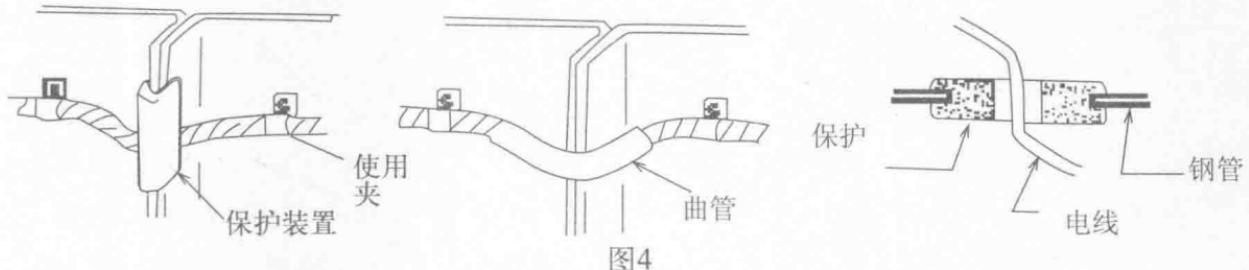

图4
5. 线束布置时尽量避开运动部件、韧边和尖角，以防摩擦损伤。确实无法避开时，应使用软管缠带或波纹管对线束进行保护，或在韧边处加装塑料或橡胶护套（见图4）；